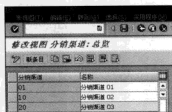

图 8-15 新增分销渠道
STEP 2 在弹出的“修改视图分销渠道：总览”界面，可以单击“**新条目**”按钮新增分销渠道，如图 8-15 所示。同时，也可以选中某条分销渠道，然后进行修改、删除、复制等操作。